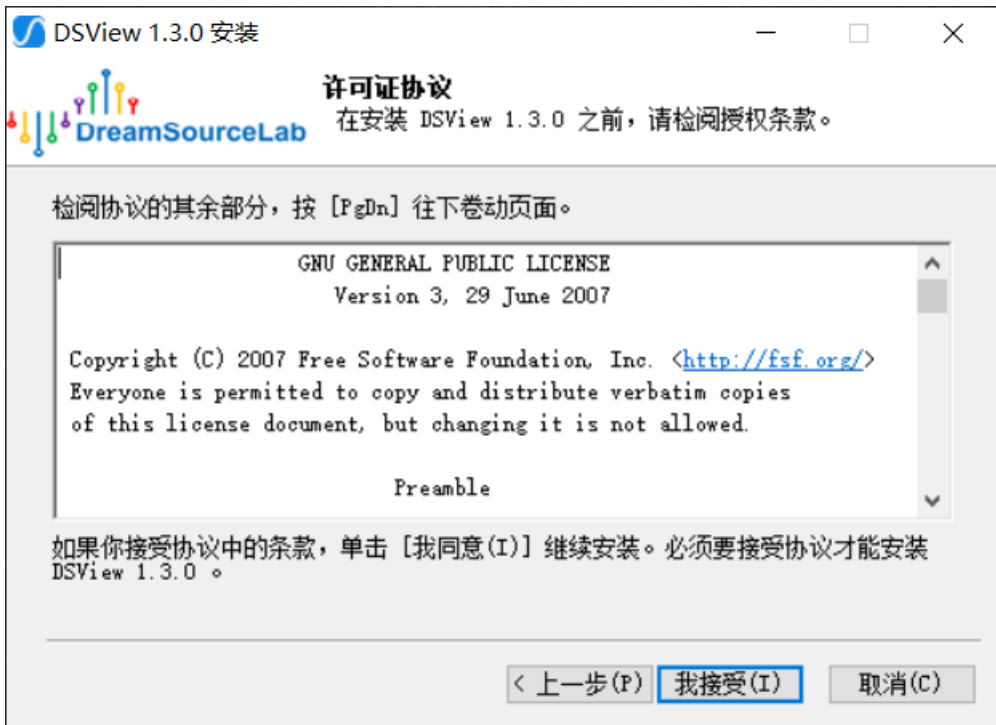

图 1-3
- 4) 弹出下图（图 1-3）所示窗口，请仔细阅读许可证协议，如果您接受许可证协议中的条款，